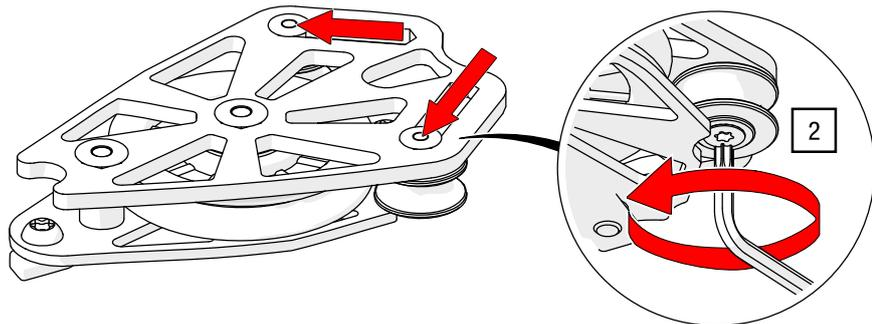

Abb. 74: Seitliche Seilführung – Umlenkrolle einstellen
2. Lösen Sie die Führungsrollen an der Umlenkrolle, schieben Sie diese auf die dargestellte Position und ziehen Sie die Schrauben wieder mit einem TORX®-Schlüssel T30 und 11 Nm an (siehe Abb. 74).